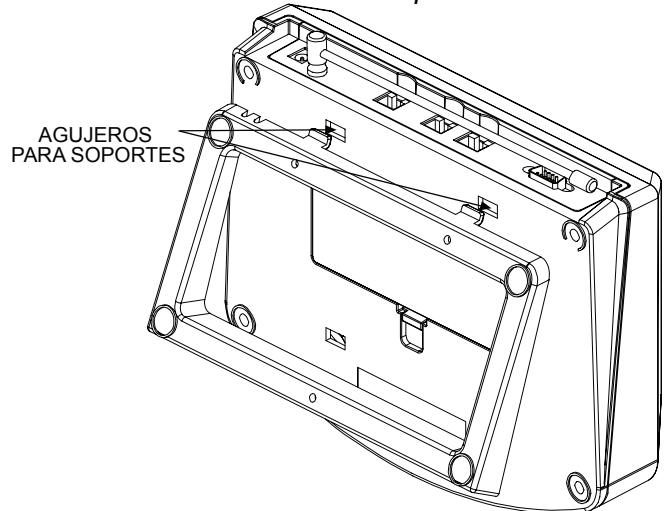

Figura 7c: Montaje sobre Pared
3. Cuando la placa de soporte esté montada sobre la pared, posicione la Unidad de Base de manera tal que los dos soportes superiores de la placa calcen dentro de sus respectivos agujeros en la caja de la Unidad, seguidos por el soporte inferior (ver Figura 7c).